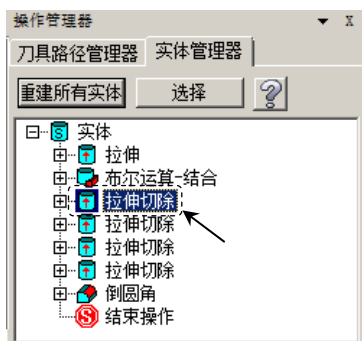

图 7.4.5 定义删除项目
Step2. 定义删除项目。右击图 7.4.5 所示的操作管理器中的项目，此时系统会自动弹出快捷菜单。